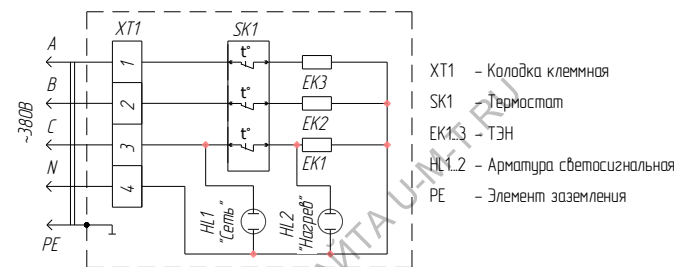

Рис.3 Схема электрическая принципиальная
6.5. **ЭЛЕКТРОПИТАНИЕ КАМЕНКИ** подводится по типовой пятипроводной схеме «А, В, С, N, PE» в соответствии с рис.3., с соблюдением требований «Правил технической эксплуатации электроустановок потребителей» и «Правил по охране труда при эксплуатации электроустановок» (ПТЭЭП и ПОТЭУ). Для подключения заземления имеется отдельная клемма, маркированная знаком заземления.